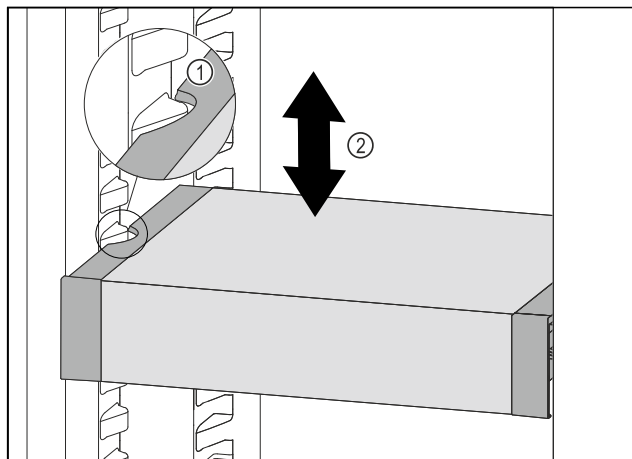

Fig. 92
- 向前移动 VarioSafe，直到 VarioSafe 两侧的凹槽与冷藏区中的容器肋梁持平。 Fig. 92 (1)
- 在冷藏区中向上或向下移动 VarioSafe，直至所需高度。 Fig. 92 (2)